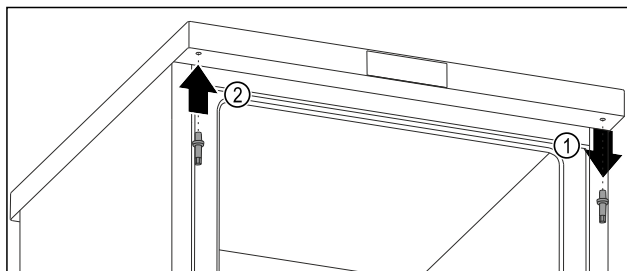

Fig. 12
- Svitare il perno superiore con una chiave esagonale. Fig. 12 (1)
- Avvitare il perno sul lato opposto con una chiave esagonale. Fig. 12 (2)